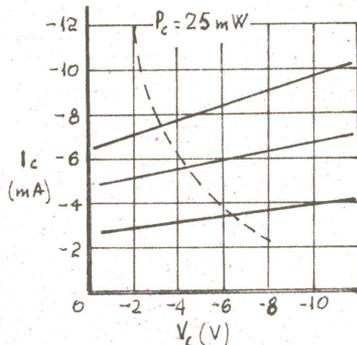

Fig. 4
- j) Caratteristiche d'uscita (fig. 4) date come **Ic** (milliampere) in funzione di **Vc** per un certo numero di valori di **Ib**, con in più una linea tratteggiata che indica la dissipazione massima **Wc**.
7) Ripetere le operazioni 5 e 6 per un numero sufficiente di valori, riportandoli di volta in volta su un foglio di carta millimetrata e unendoli con tratti di matita; si otterranno così i grafici di fig. 4 e 5.